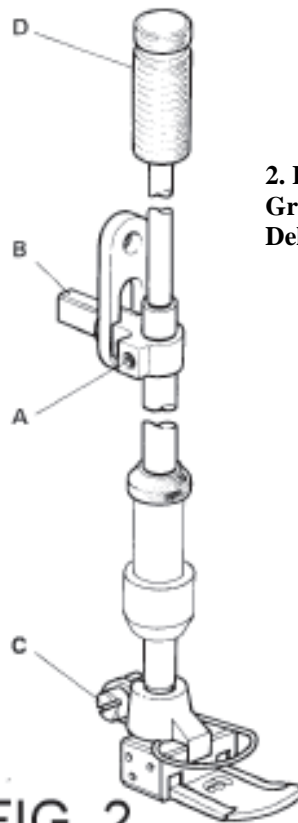

FIG. 2
2. Positioning The Presser-foot And Setting Presser Spring Regulator (Fig. 2)
2. Posición Del Prensatelas Y Graduación Del Resorte Regulador Del Prensatelas (Fig.2)